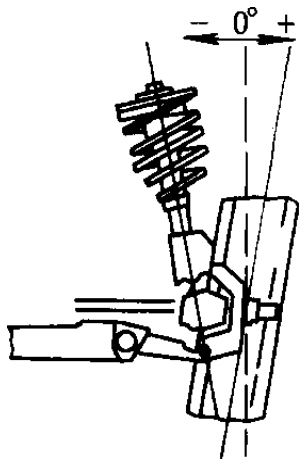

图 5.1-4 车轮外倾角
1.1.3.2 车轮外倾角：外倾是从车辆前方观察的。车轮偏离垂直方向的倾角，如图 5.1-4 所示。若车轮倾角顶点向外，则外倾为正(+); 若车轮倾角向内，则外倾为负(-)。外倾既影响方向控制，又影响轮胎磨损。过量外倾会导致轮胎磨损，并使车辆朝最大外倾行驶或侧偏行驶。